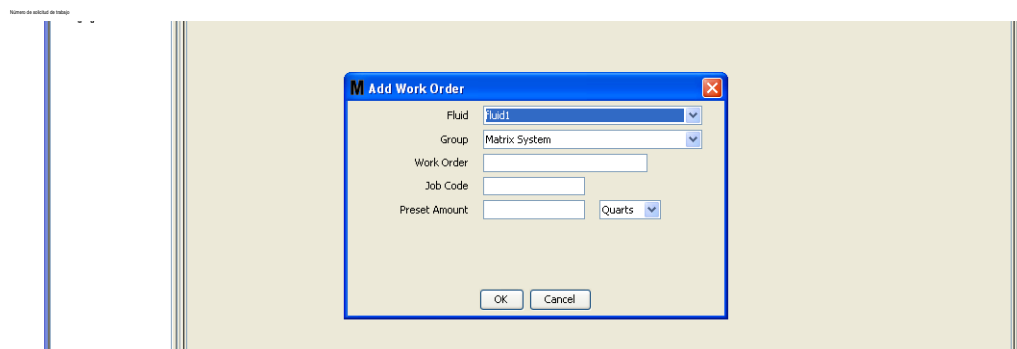

FIG. 116
- Aparecerá la pantalla emergente Agregar solicitud de trabajo, tal como se representa en la (FIG. 116).